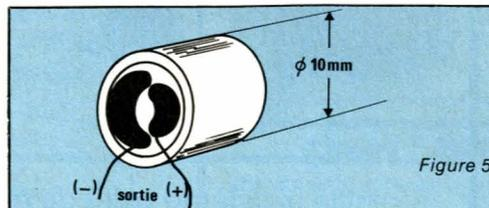

Figure 54
Un autre montage utilisant cette fois-ci un microphone de type électret, figure 54 est donné à la figure
55. On oubliera pas que ce microphone de faibles dimensions est en fait une capsule miniaturisée avec préamplificateur incorporé, il faut donc l'alimenter en énergie et respecter le schéma de branchement donné à la figure 54. Le schéma proposé permet de détecter un bruit quelconque et d'avertir l'utilisateur par allumage d'une ampoule de signalisation de forte puissance. Il pourra donc être utilisé à des fins très diverses, notamment en ce qui concerne l'alarme, celle-ci étant régie par un bruit inopportun, ou encore, il servira à surveiller une chambre d'enfant dès lors que le silence complet doit être de mise. Analysons brièvement le schéma de cet appareil.